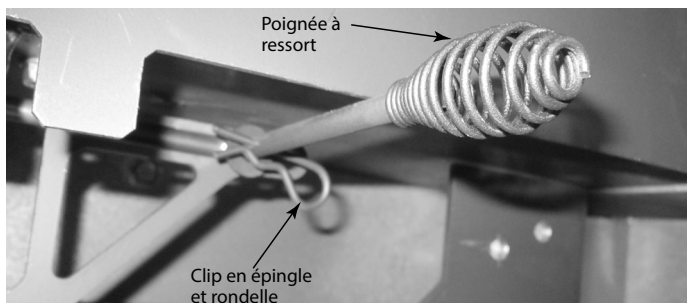

Figure 4.28 Démontage de la poignée à ressort
- Retirez la poignée à ressort en la tournant vers la gauche et en la tirant. Tenez bien la tige pendant cette opération. Voir la figure 4.28.
- Tirez et retirez le clip en épingle à cheveux et la rondelle sur la tige. Voir la figure 4.28.